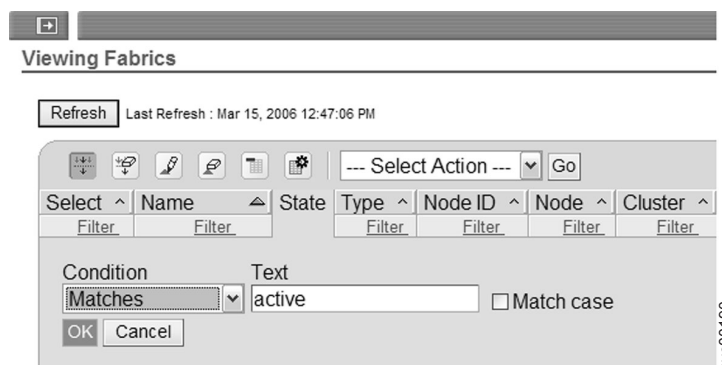

図 60. すべてのアクティブ・デバイスの表示
2. 「条件」メニューで「一致」を選択し (図 60 に表示)、「OK」をクリックします。